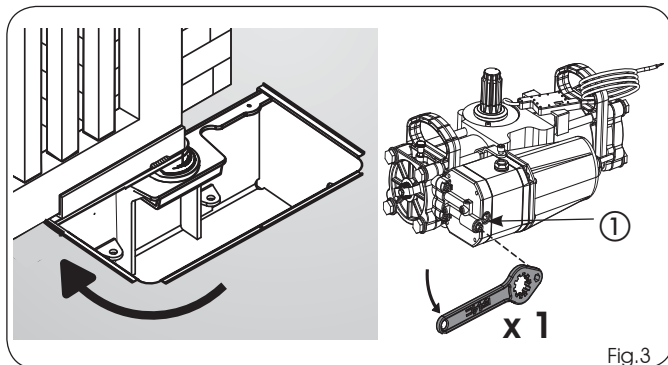

Fig.3
- 2) En consultant les instructions du chapitre 7.1, intervenir sur le déblocage hydraulique de l'opérateur en tournant le levier (Fig.1 réf.⑥) ou en intervenant avec la clé spécifique (Fig.1 réf.⑧) sur la vis de déblocage (Fig.3 réf.①).